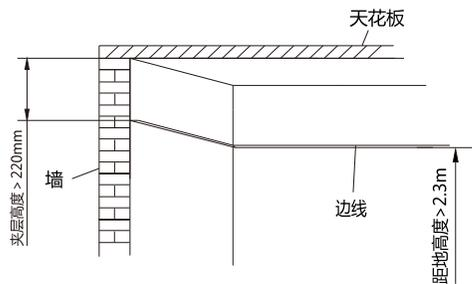

图3
2.根据高度标记,在墙壁四周画好水平线,然后钉好与产品配套的边线.(见图3)